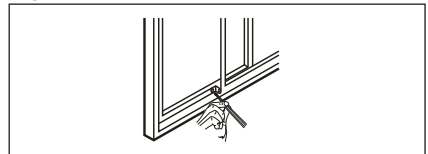

Fig. 22
7. Pour maintenir la guillotine coulissante en place, attachez le verrou de la guillotine du coin droit avec une vis 1/2 po (12,7 mm) comme indiqué dans la Fig. 22.